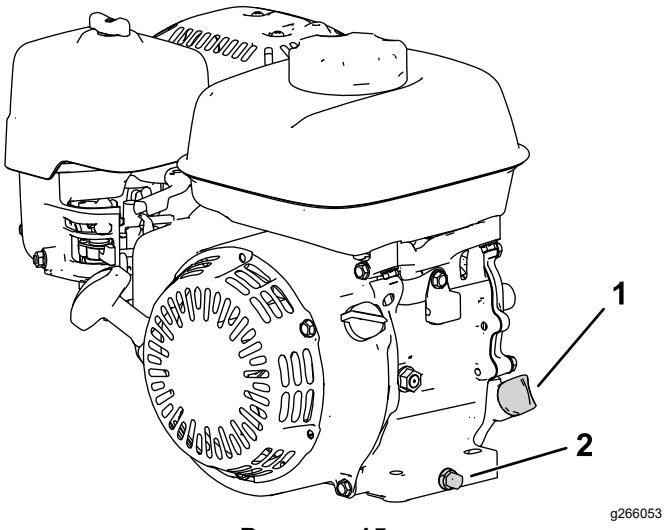

Рисунок 15
2. Установите машину так, чтобы двигатель располагался горизонтально, и очистите область вокруг маслозаливной горловины (Рисунок 15).
3. Снимите сливную пробку (Рисунок 15).